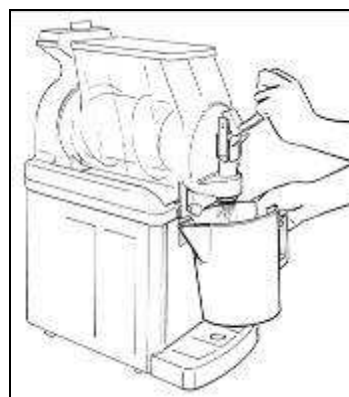

Fig. 13
- Svuotare la vasca e ripetere le stesse operazioni finché dalla stessa non esce acqua limpida (fig.13).